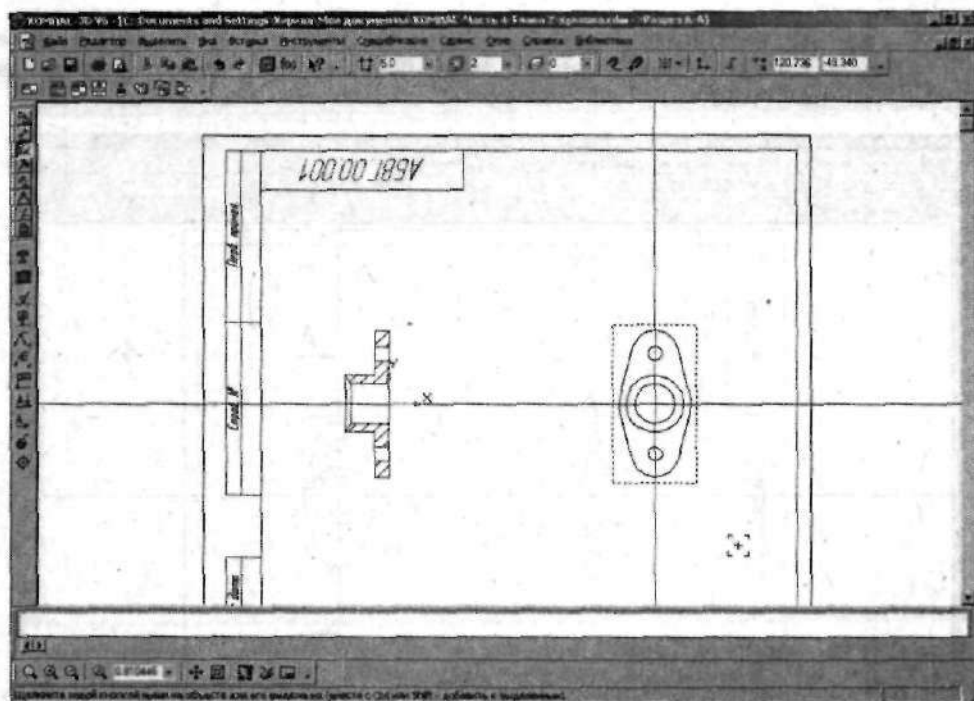

Рис. 4.14. Удалите линию разреза и его обозначение
15. Удалите созданную линию разреза и обозначение. Для этого щелчком мыши выделите их, а затем просто нажмите клавишу **Delete** (рис. 4.14).